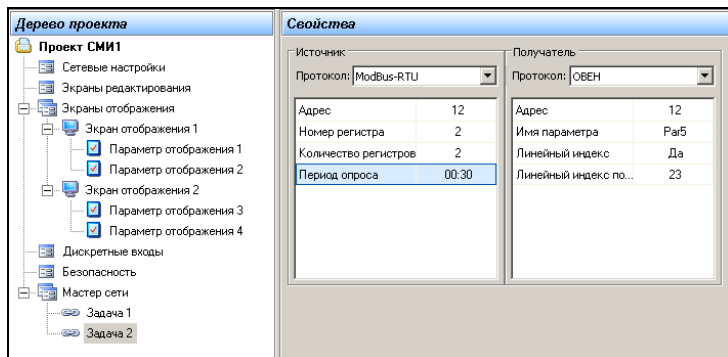

Рисунок 4.14. Свойства задачи «Мастера сети»
- Нажать кнопку «Добавить». В открывшейся форме задания свойств новой задачи (см. рис. 4.14). В «Дереве проектов» при этом отобразится новый элемент «Задача N» (где «N» – номер задачи; при создании каждой новой задачи этот номер увеличивается на единицу).